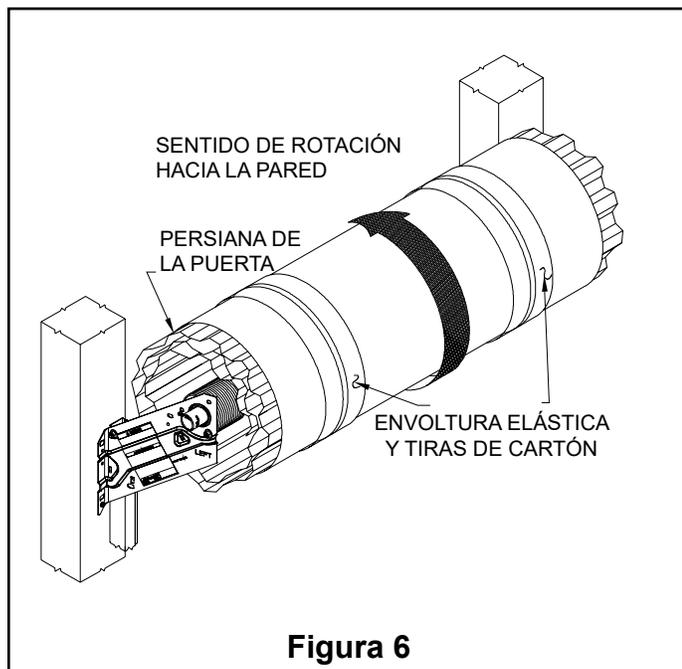

Figura 6
**5.1** Determine la cantidad adecuada de rotaciones del contenedor que necesita para tensar la puerta, dependiendo del tamaño de la puerta (véase la Figura 5). Gire el contenedor hacia la puerta abriendo la cantidad adecuada de vueltas para tensar el sistema (véase la Figura 6).